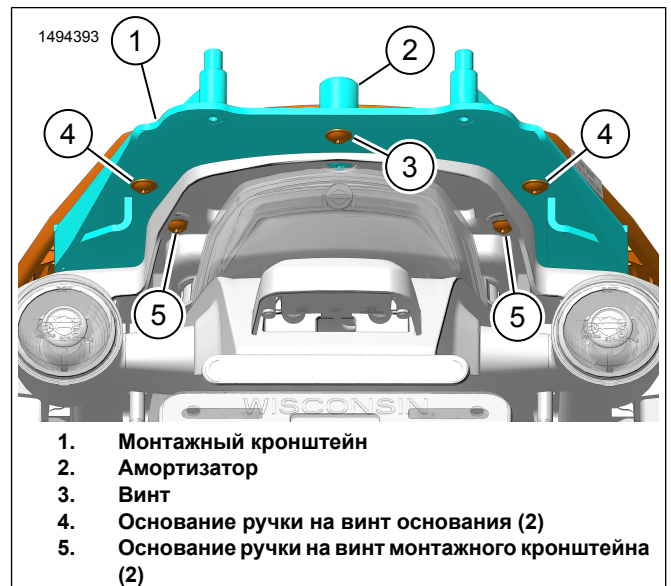
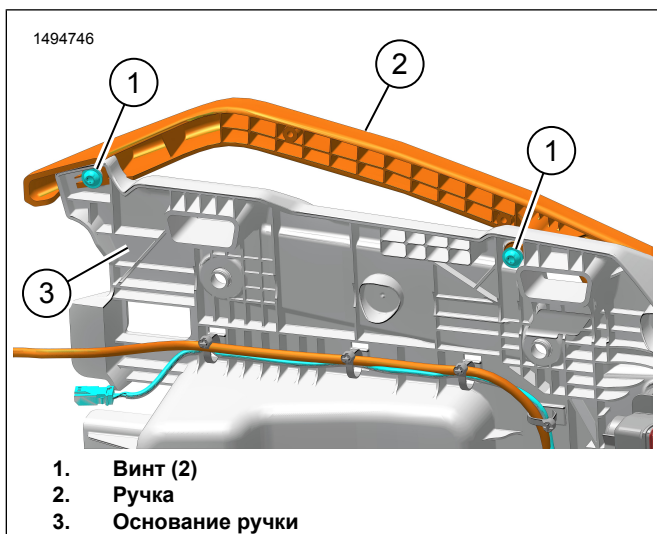

Рисунок 9. Задние монтажные винты
Рисунок 10. Ручка
- b. См. рис. 9. Закрепите основание ручки с помощью винтов монтажного кронштейна (5). Затяните.
8. См. рис. 10. Установите ручку (2).
- a. Свободно установите винты (1) с обеих сторон.
- b. См. рис. 9. Закрепите основание ручки с помощью винтов основания (4).